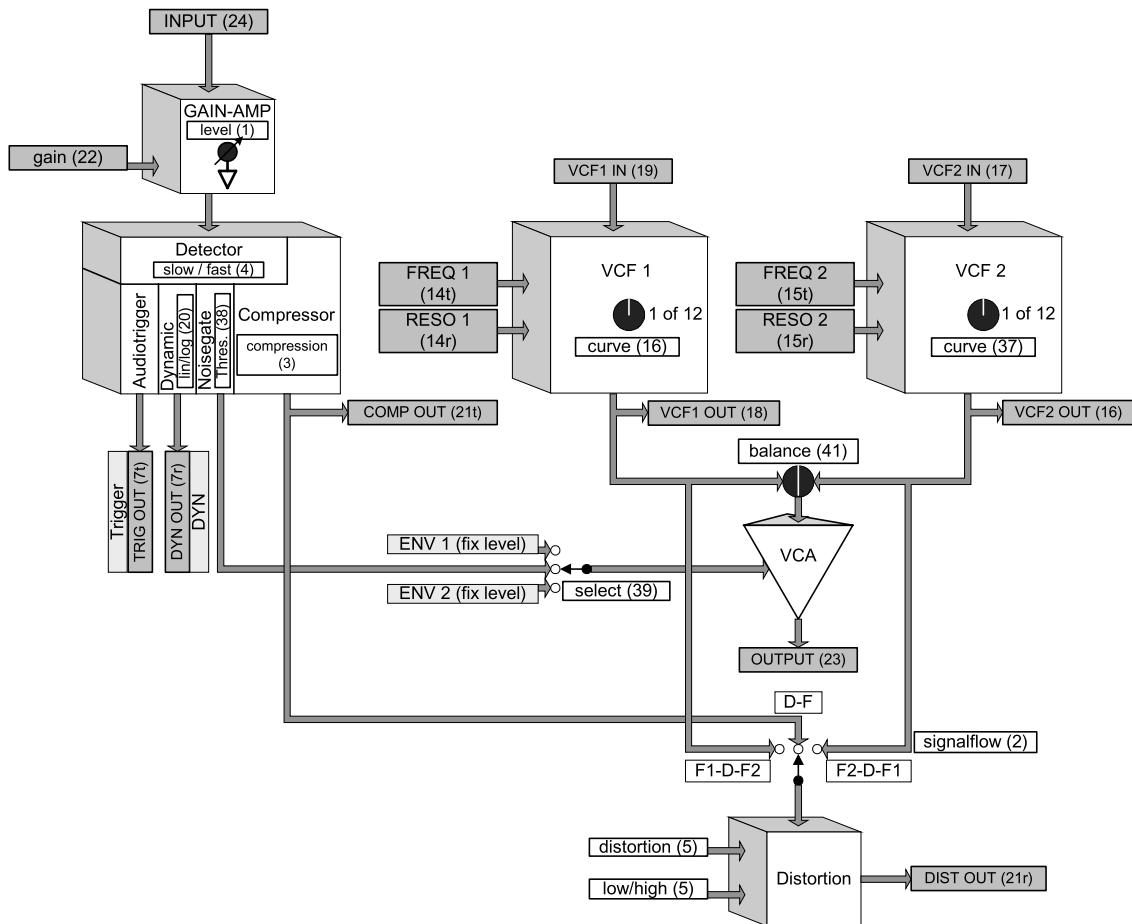

Abb.7.3.1 Modularstruktur der Audiobearbeitung
Die Abb. 7.3.1 zeigt die Audiomodule in einer Übersicht als modulare Einheiten, wobei der Übersichtlichkeit wegen die meisten Bedienelemente der Filter weggelassen wurden. Hinsichtlich der Audiowege ist diese Grafik aber beinahe vollständig, nicht zu sehen ist die innere Verdrahtung der beiden internen Filtereingänge über den [signalflow]-Schalter (2) und deren Verknüpfung mit dem Ausgang der Distortion unit (s. Kapitel 8.3).
Hinweis! Wird ein VCF von seinem separaten Audioeingang („IN VCF1“ (19) oder „IN VCF2“ (17)) auf der Geräterückwand gespeist, wird die innere Verbindung zu seinem Eingang unterbrochen! Wären z.B. beide Filter durch ihre separaten Eingänge versorgt, würde der [signalflow]-Schalter nur noch festlegen, von welchem der drei Modulausgänge **Compressor**, **VCF 1** oder **VCF 2** die **Distortion** unit ihr Eingangssignal bekommt (s. auch Abb. 7.3.1). Damit ist die **Distortion** unit im Hinblick auf Modularität immer noch sehr flexibel, da sie auch einen separaten Ausgang besitzt.